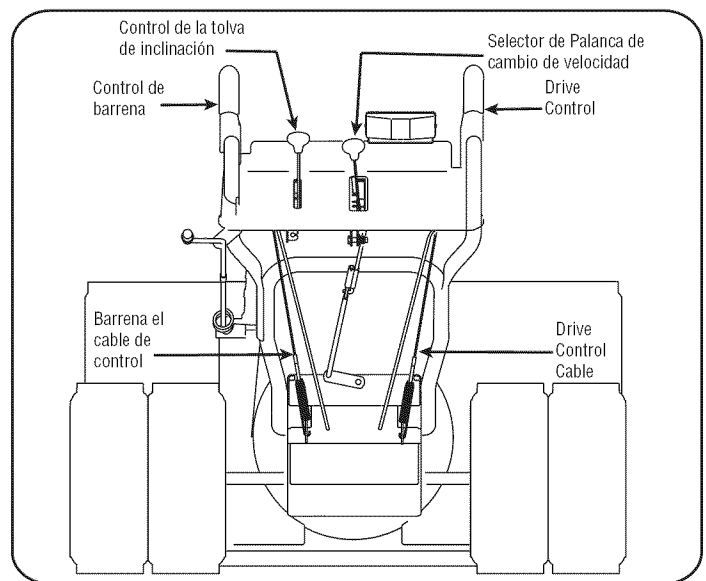

Figura 11
1. Cuando la barrena se suelta el control y en la desembragado "hasta" la posición, el cable debe tener muy poca holgura. No debe ser firme. Consulte la Figura 11.